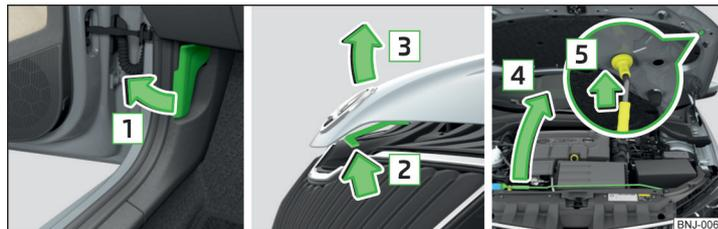

Fig. 167 Abrir el capó
- Abra la puerta delantera y tire de la palanca de desbloqueo ubicada debajo del tablero de instrumentos en el sentido de la flecha **1** » fig. 167.